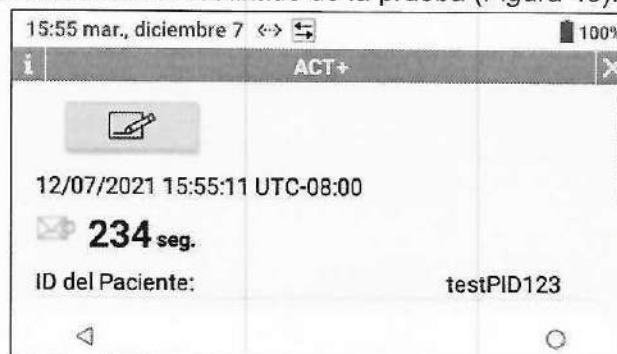

Figura 49: Detalles de los resultados del análisis del paciente
- **Ver detalles del resultado de la prueba:** seleccione **Detalle** (Detalle) y se mostrará información detallada sobre el resultado de la prueba (Figura 49).